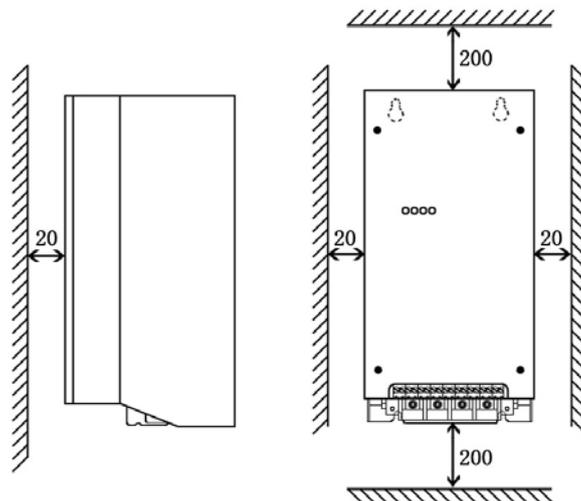

图 3-2 最小安装示意图
- (1) 请安装在室内通风良好、无阳光直射的场所；
- (2) 不要安装在多导电尘埃、金属粉末、腐蚀性、爆炸性气体场所；
- (3) 环境温度在 -10℃~45℃ 范围内，湿度在 20%~90%RH，无水珠凝结，振动小于 0.5G；
- (4) 为保证良好的通风散热，将调速器竖直安装，并且留有足够空间，最小空间如图 3-2 所示（单位：mm）